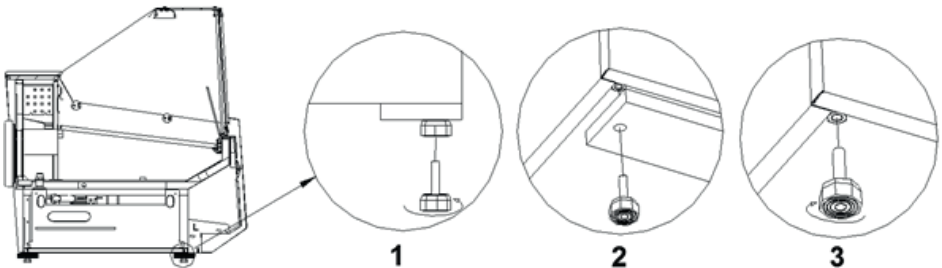

Abb.2 Entfernen der Holzbühne
5. (Betrifft nur die Vitrinen „GASTRO“) In der Vitrine die uniserale Salat-Wanne einstellen. In der Modulwanne die Querholme für GN-Behälter anbringen und dann die Behälter nach Abb.2 (S.28) anordnen